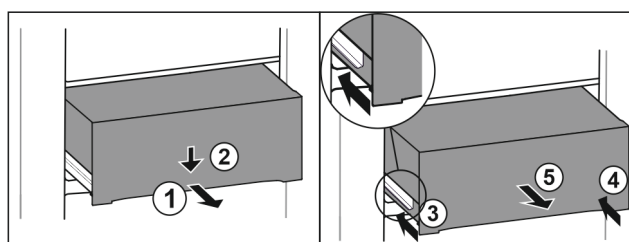

Fig. 163
- Húzza ki félig a fiókot. Fig. 163 (1)
- Nyomja le a fiók elülső oldalát. Fig. 163 (2)
- Tolja be a bal oldali sínt körülbelül 2 cm mértékben. Fig. 163 (3)
- Tolja be a jobb oldali sínt körülbelül 2 cm mértékben. Fig. 163 (4)
- Vegye ki a fiókot előre felé. Fig. 163 (5)